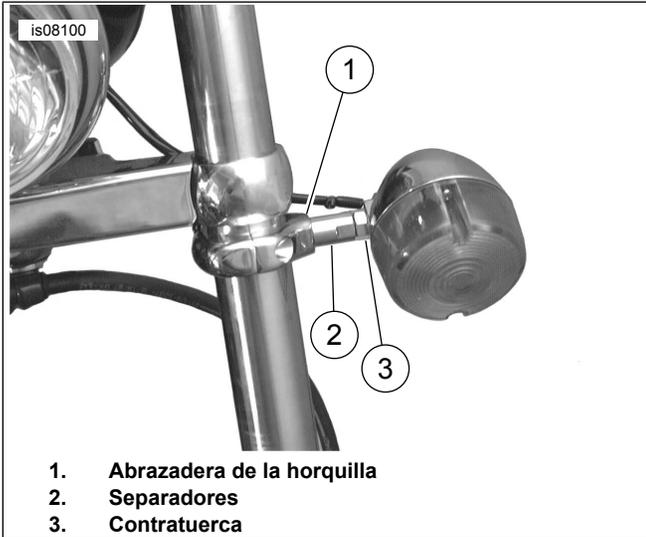

Figura 1. Señal de giro instalada
3. Vea Figura 1. Enrosque los separadores con las contratueras dentro de las cajas de las luces.